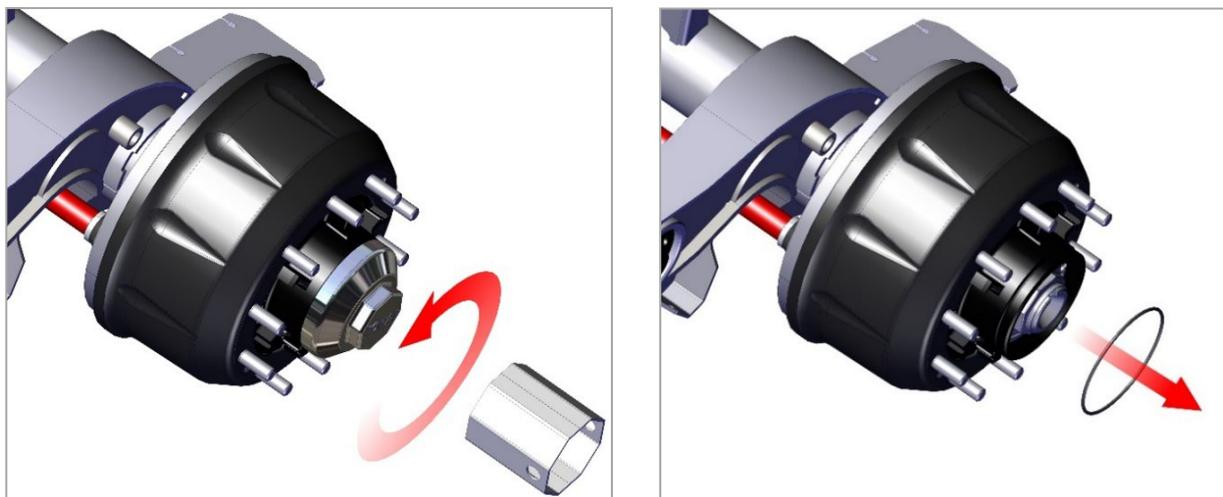

Рис. 13. Снятие крышки ступицы.
1) Отверните специальным ключом крышку ступицы, убедитесь, что резиновое уплотнительное кольцо не повреждено (рис. 13).